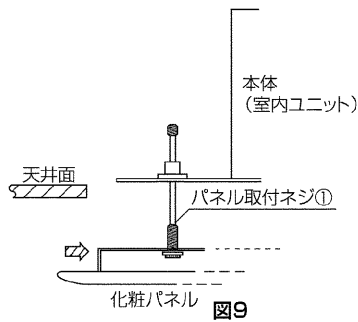

図9
- 次に仮止めしたパネル取付ネジ①に化粧パネル本体吸込部の切り欠き穴を引掛け、残り2本を丸穴部に仮止めします。(図9) (配管側はパネル取付ネジ①を内側に押しつけて引掛けると作業が楽に行えます。) この状態で化粧パネル本体は仮止めされますが、**化粧パネルを持上げたり、強く揺らすと外れることがありますので、パネル取付ネジ(短)②で残りの2カ所を締め付けてください。**